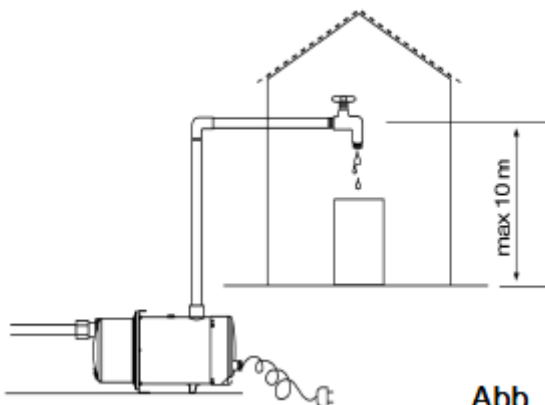

Abb. 4
**Die max. Wassersäule über der Pumpe darf max. 10 m Höhe betragen ( Abb. 4 )**